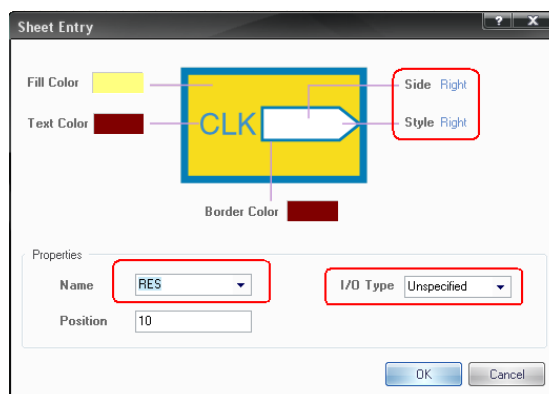
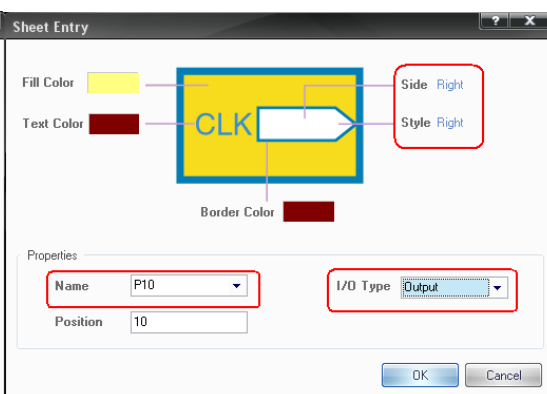
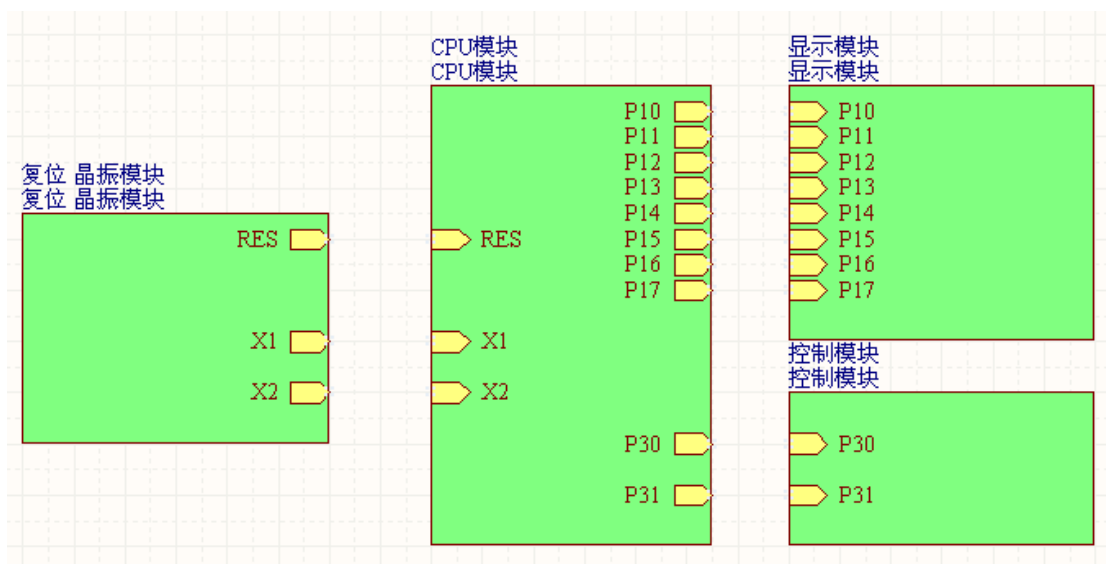

图 3 RES 端口
图 4 P10 端口
图 5 放置方块电路端口
4) 单击菜单 **Wring** 工具栏的  按钮，放置方块电路端口，并修改其属性，如图 3 设置 RST 端口，图 4 设置 P10 端口，依次设置，完成后效果如图 5 所示